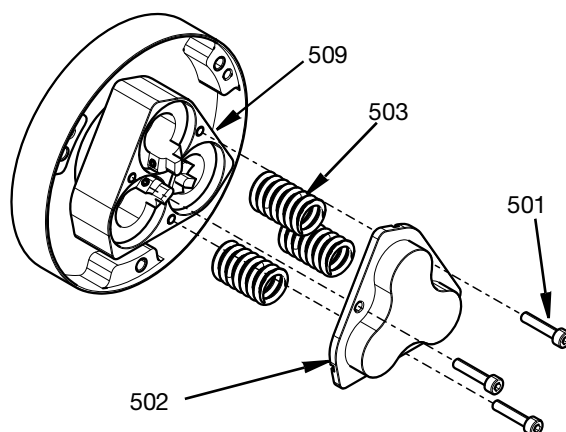

FIG. 10
2. Pour accéder aux tiges (512) et aux pistons (506) de la vanne d'arrêt, retirez d'abord uniformément les trois vis M4 (501). Le couvercle du cylindre (502) ainsi que les ressorts (503) peuvent alors être retirés. Voir la FIG. 10.